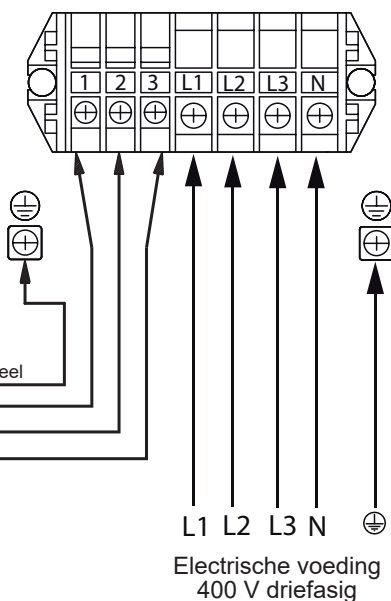

fig. 41 - Aansluiting op de klemmenstroken en vermogenrelais
- De aansluitingen uitvoeren volgens het schema fig. 41, bladzijde 40.
- De aansluitingen uitvoeren volgens het schema (*fig. 41, bladzijde 40*).